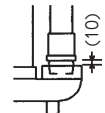

図 2
2. 排水管をポンプの相フランジに緩みが無いようねじ込んでください。(図 2)